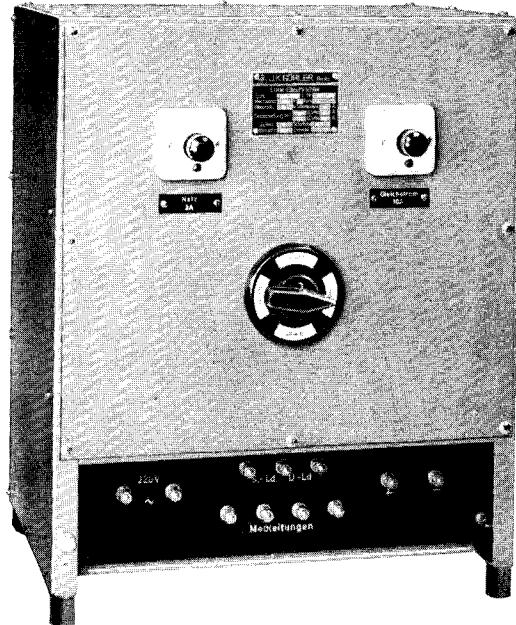

Abb. 15: Ladegleichrichter
42. Der Ladegleichrichter ist in Abb. 15 dargestellt. Das Aufbaugestell ist aus Winkeleisen und Blechplatten hergestellt. Es steht auf vier runden Füßen. Die Verkleidungsbleche sind